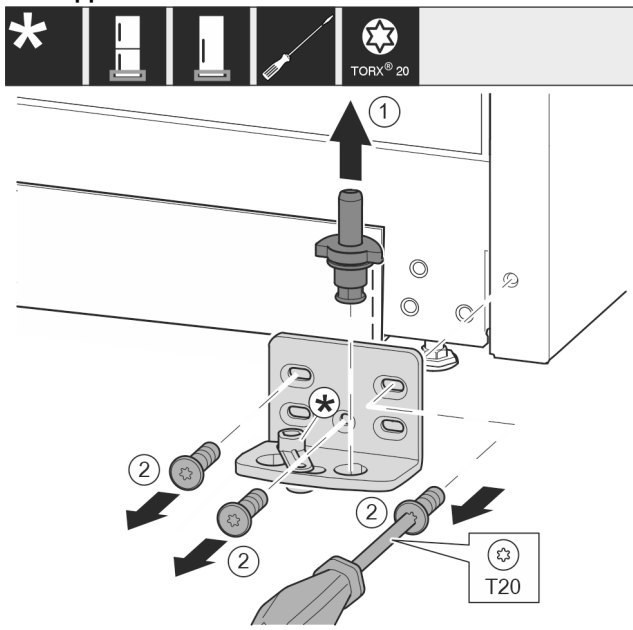

Fig. 9
- ▶ Træk hængselbolten helt opad og ud. Fig. 9 (1)
- ▶ Skru skrue(r)ne ud med skruetrækkeren T20, og tag hængselkonsollen af. Fig. 9 (2)